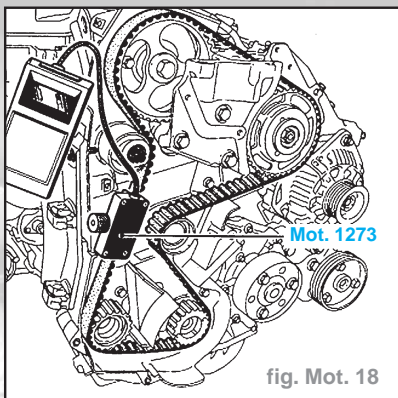

fig. Mot. 18
- Placer le capteur du **Mot. 1273** (fig. Mot 18).